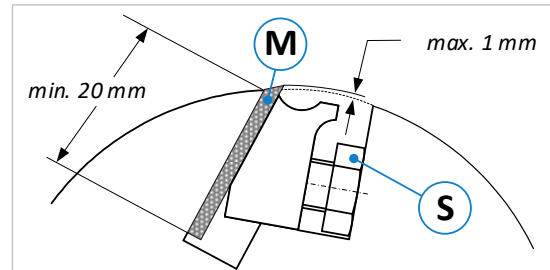

Figure 52 : arbre porte-lames à rebords
- Les lames de rabot (**M**) ne doivent être réaffûtées que jusqu'à ce qu'une longueur de serrage minimale de 20 mm puisse être respectée avec un dépassement de lame de 1 mm maximum (voir ⇒ Figure 52).